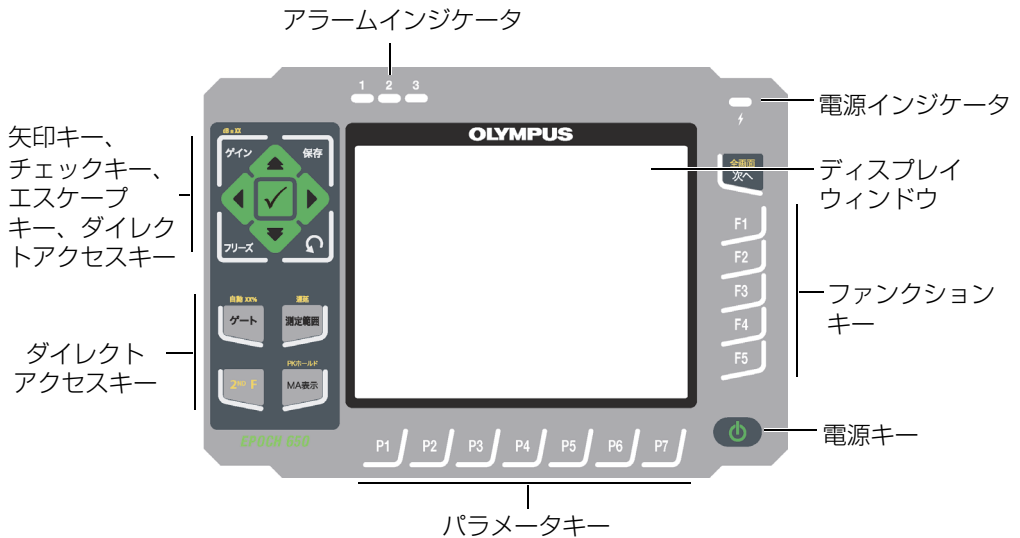

図 1-4 EPOCH 650 — ナビゲーションパッドの構成
- ナビゲーションパッド (33 ページの図 1-4 「EPOCH 650 — ナビゲーションパッドの構成」参照)